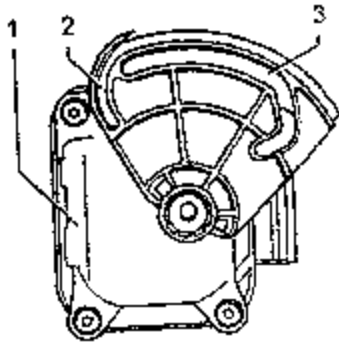
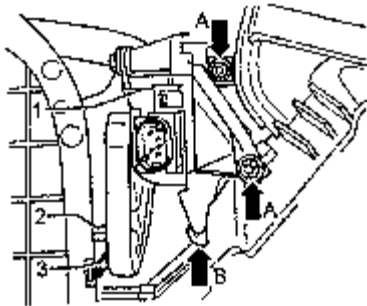

图 13-56 插上插接件
图 13-57 伺服电机的安装
b.安装和调整：在安装伺服电机时，注意杠杆与承装盘之间配合关系要正确。如图 13-56 所示，插上插接件。如图 13-57 所示，将伺服电机 1 装到箭头 B 所指的导轨中。根据伺服电机的位置状态，须用手动方式，使风滞压力活门和循环空气活门的杠杆到位。把活动的杠杆 2 和 3 装到承装盘的导轨中。然后用 V.A.G1551 进行初始设置 04 功能。